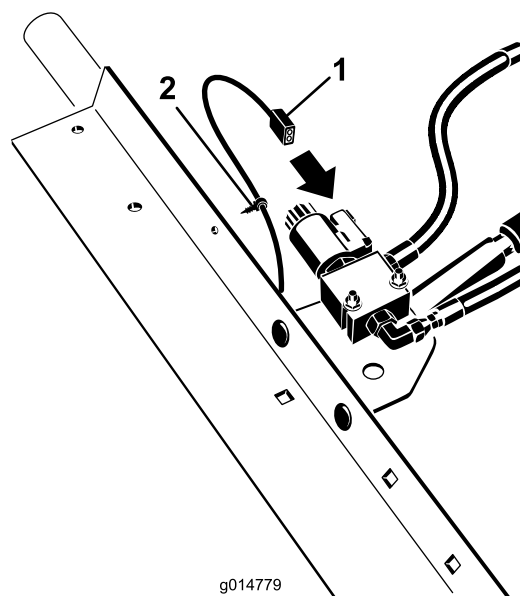

Figura 6
8. Ligue o conector de cablagem restante na válvula do bloqueio do diferencial localizado sob o centro da placa do banco (Figura 6).